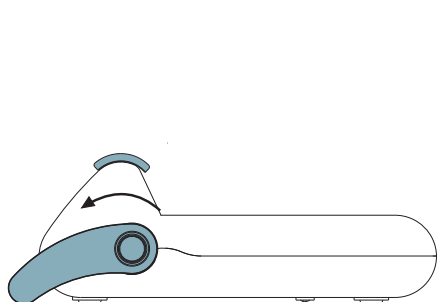

Fig.2
- 3▶ Puxe a alavanca de selagem até seu travamento, será emitido um bip (Fig. 2), dando início à selagem (6 segundos). Ao fim deste tempo, o LED se acenderá e dois bips serão emitidos continuamente. **Obs.:** Após 5 minutos com a alavanca abaixada, a seladora será desligada.